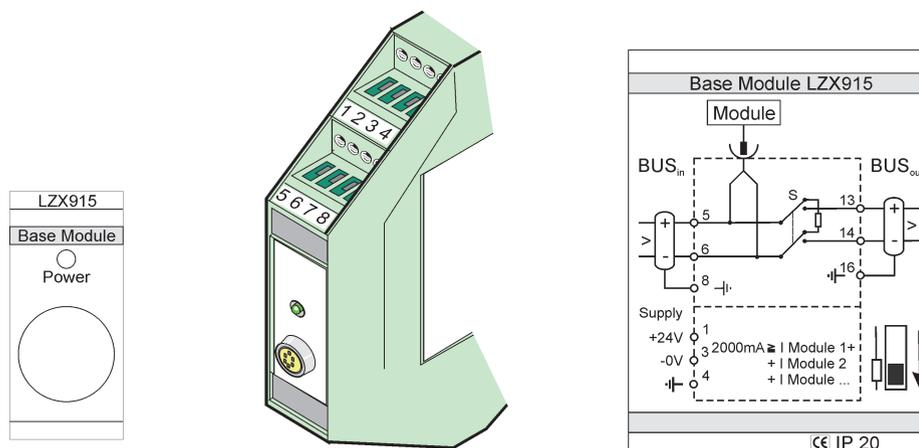

Figura 76 Modulo base esterno
4. Creare le connessioni nel modo descritto in Figura 76 e Tabella 49.